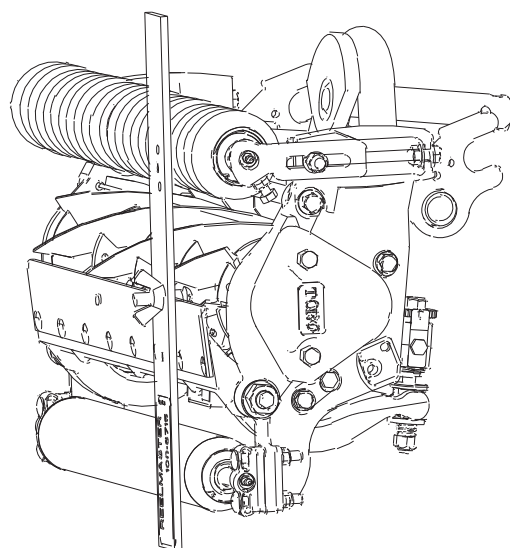

図 15
3. ゲージバーのネジ頭を下刃の先端に引っ掛け、バーの後端を後ローラに当てがう (図15)。